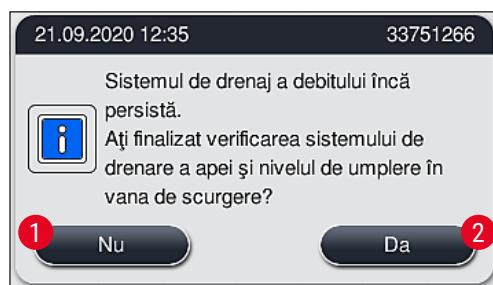

Fig. 126
2. După 5 minute și după ce s-au efectuat alte încercări de curățare, dar blocajul persistă, un mesaj (→ "Fig. 126") de pe ecran anunță utilizatorul că nivelul apei este încă prea ridicat. Apăsând **Nu** (→ "Fig. 126-1"), utilizatorul poate prelungi timpul de așteptare cu încă 5 minute pentru a efectua alte încercări de curățare. Dacă încercările ulterioare de curățare din acest al doilea interval reușesc, situația este rezolvată aşa cum este descris la punctul 1. Dacă este necesar un timp suplimentar pentru măsurile de curățare, apăsați din nou **Nu** (→ "Fig. 126-1"). Intervalul poate fi repetat de mai multe ori. Dacă blocajul nu a putut fi eliberat în ciuda tuturor încercărilor de curățare, apăsați **Da** (→ "Fig. 126-2") pentru a porni un proces de avort controlat, consultați următoarele secțiuni 3 și 4.